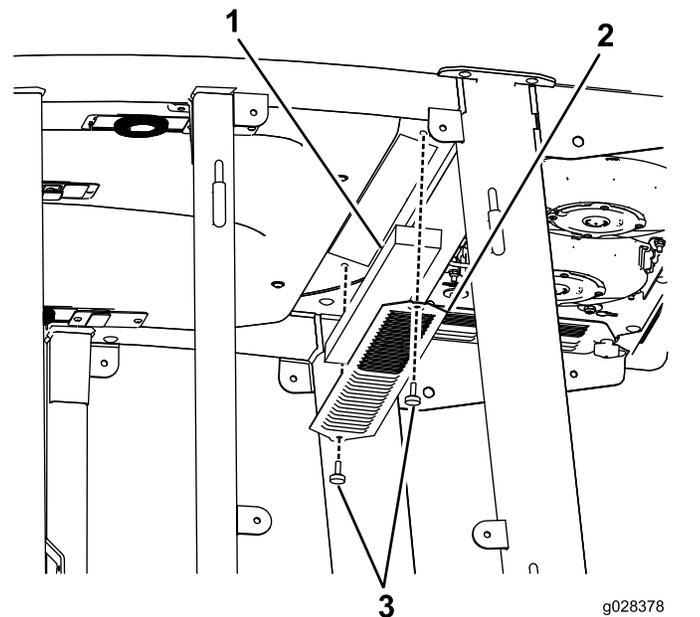
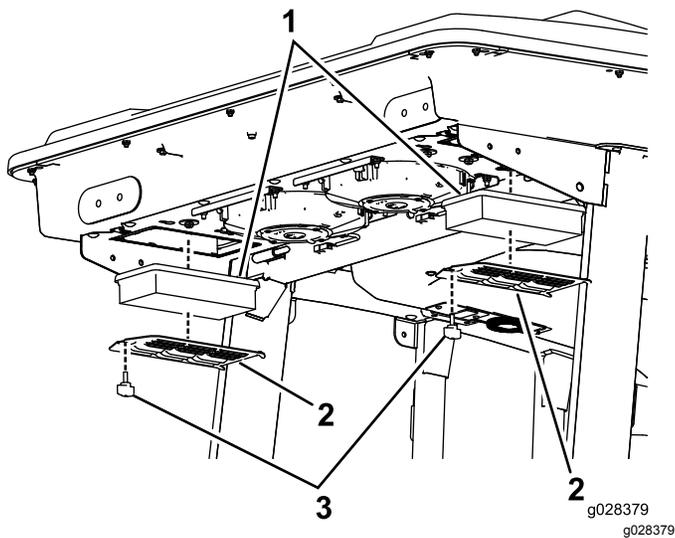

Figure 54
Figure 55
1. Retirez les vis et les grilles des filtres à air intérieur et arrière de la cabine (Figure 54 et Figure 55).